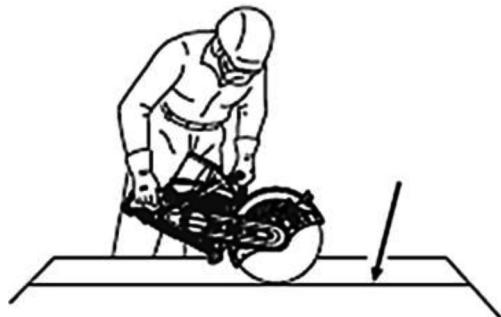

Рис. 18
5. Выполняйте только прямые разрезы. Используйте разметку для длинных разрезов и точно идите по нанесенной линии (рис. 18).